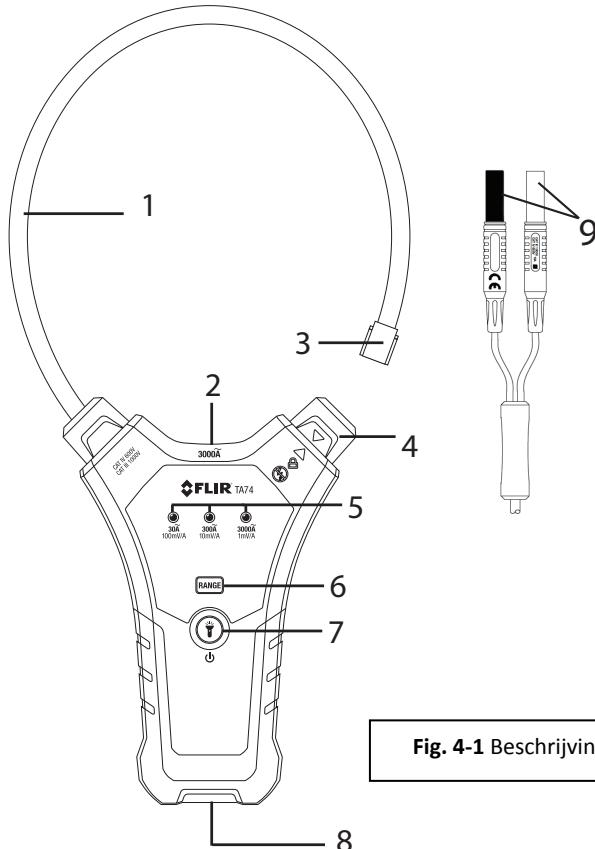

Fig. 4-1 Beschrijving
Diameter spoel	7,5mm (0,3") ; Spoeltip (item 7,62 cm Fig. 4-1): 13mm (0,5")